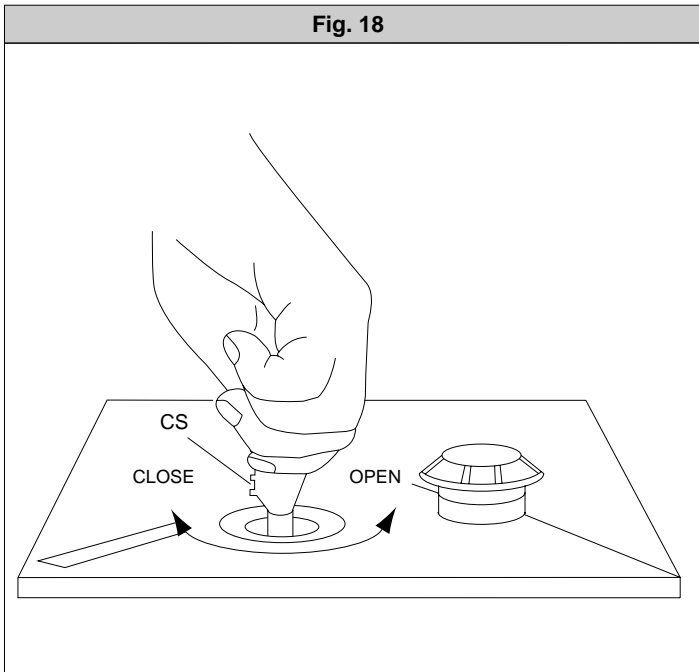

Fig. 19
### 17.1) Entlüften (Abb.19)
- i) Ölstand auffüllen, er muß sich gerade eben unterhalb des Stopfens "P" befinden (Abb.19). Füllen Sie mit IDROLUX oder gleichwertigen Ölsorten auf.